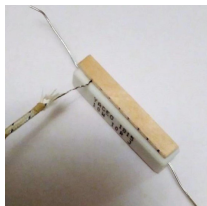

Рис. 5
Вам предстоит исследовать тепловые свойства керамического резистора сопротивлением $R = 10$ Ом. Измерения температуры в данной работе проводятся с помощью мультиметра с термопарой. Для постоянного механического контакта чувствительного элемента термопары с корпусом резистора используется деревянная накладка с углублениями. Она фиксируется канцелярским зажимом (см. рис. 5–7). Такая же деревянная накладка приклеена с противоположной стороны резистора для теплоизоляции последнего от металлического зажима. Всю конструкцию в сборе будем называть нагревательным элементом. Сборка нагревательного элемента производится в следующей последовательности:
- расположите спай («шарик») термопары в нужном месте на поверхности той грани резистора, которая противоположна приклеенной деревянной накладке (рис. 5);